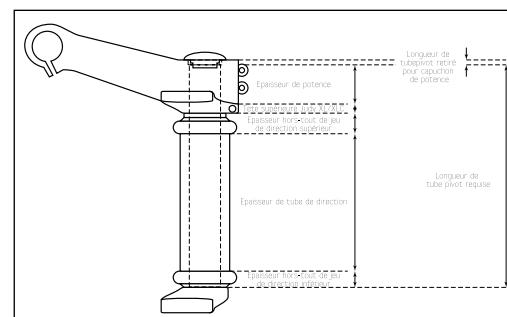

Fig. 3
3. Il sera peut-être nécessaire de couper le tube pivot à la longueur voulue. Pour couper le tube pivot, il est nécessaire de retirer les tubes supérieurs. Ceci permet d'éviter que les tubes supérieurs n'entraînent l'opération de racourcissement du tube pivot. La longueur du tube pivot est déterminée par les dimensions des pièces suivantes : collier de serrage du tube pivot de la tête supérieure XL, collier de serrage du tube pivot de la potence, tube de direction du cadre et pile de jeu de direction supérieure et inférieure (voir Fig. 3). Pour faciliter l'assemblage, ne montez pas la tête supérieure de votre XL sur les tubes supérieurs avant d'avoir coupé le tube pivot à la longueur voulue et d'avoir fixé la tête